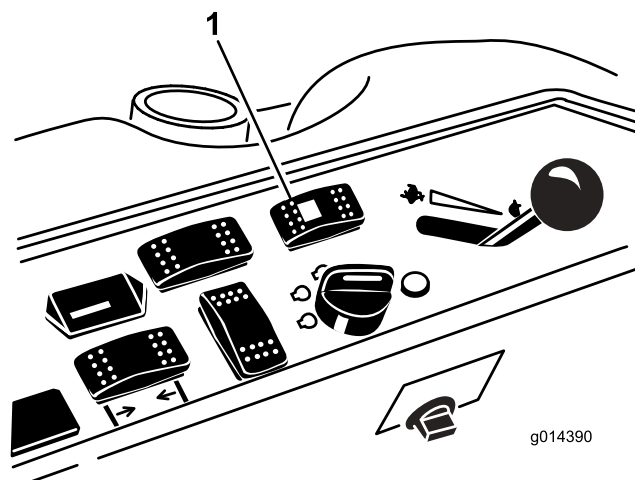

Рисунок 40
1. Нажмите переключатель режимов рулевого управления (Рисунок 40) в заднее положение (рулевое управление с приводом на четыре колеса).